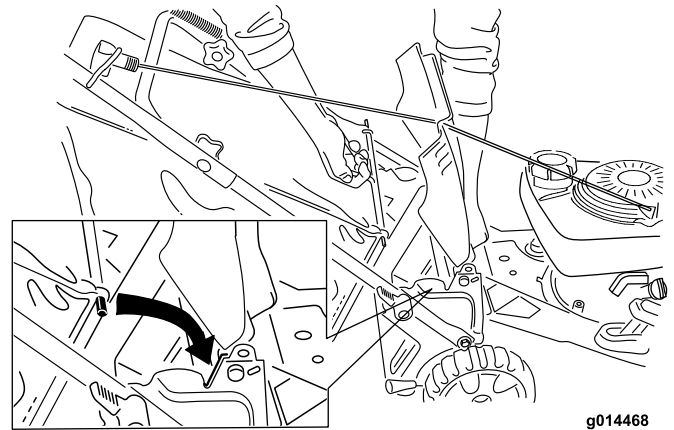

Bild 21
2. Heben Sie die hintere Klappe an und hängen Sie den Fangkorb in die Kerben ein; senken Sie die hintere Klappe dann ab (Bild 21).